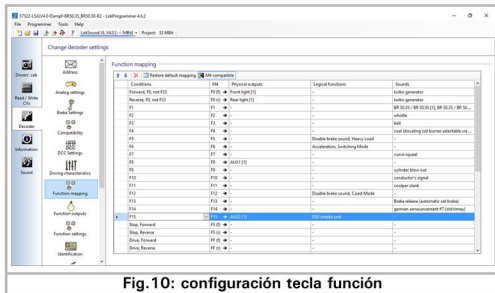

Fig.10: configuración tecla función
- En “Function mapping” seleccione F15, en “Fisical outputs” marque en AUX2[1] y en “Logical functions” marque “ESU smoke unit”, lo puede ver en la Fig.10.